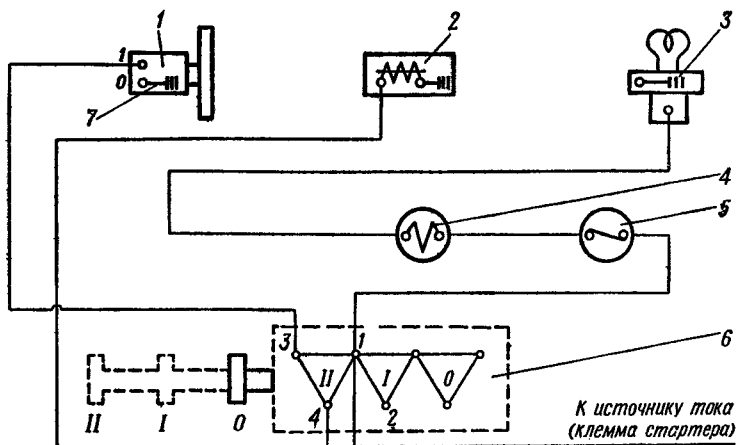
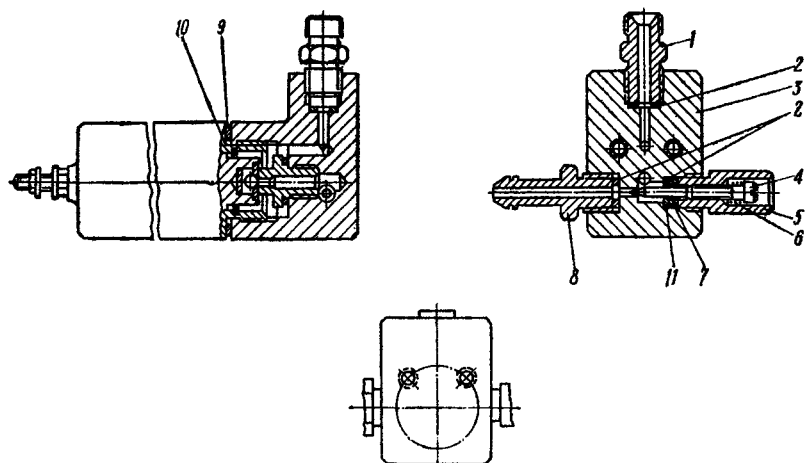

Рис. 100. Схема электрооборудования предпускового подогревателя:
Рис. 102. Электромагнитный клапан:
6. Нормальный процесс горения бензино-воздушной смеси устанавливается регулировочной иглой 4 электромагнитного клапана (см. рис. 102). Для увеличения в смеси топлива необходимо регулировочную иглу повернуть влево, для уменьшения — вправо. Появление пламени под масляным картером, взрывное горение с сильным гулом и большое дымление не допускаются.
12. Установите на передней стенке кабины, с левой стороны, пульт управления 8 и закрепите его двумя винтами М6×12 с гайками и шайбами. Чтобы не ухудшать внешний вид трактора, гайки с шайбами должны находиться внутри кабины. В отверстие Ø 20, имеющееся в боковой стойке кабины, вставьте резиновую втулку 23 и через нее пропустите пучок проводов пульта управления подогревателем. Подсоедините электрические провода согласно схеме (рис. 100). Провода закрепите манжетами 13 (рис. 99) по месту (для подсоединения провода к клемме стартера пускового двигателя необходимо снять левую боковину кабины).
5. Для смачивания бензином асбеста горелки переместите ручку переключателя в положение II (рис. 100) на 15—20 секунд. При этом включается электродвигатель вентилятора и открывается электромагнитный клапан (рис. 102). Затем поставьте переключатель в 0-е положение и нажмите на рычажок выключателя свечи накаливания. При достижении светло-красного каления контрольной спирали включите электровентилятор, поставив рычажок переключателя в положение I (продувка). При воспламене-